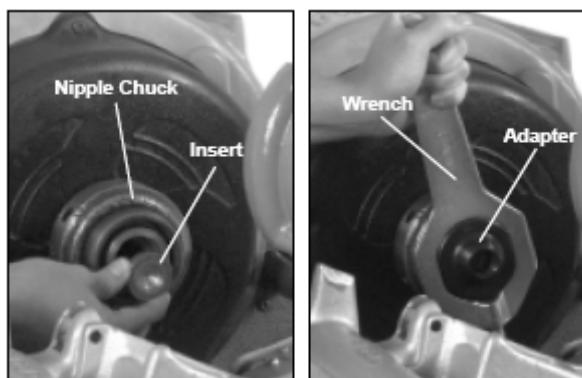

图 16— 装入适配器
4. 选择尺寸合适的短管夹具套口，用手旋进短管夹具用扳手拧紧（见图 16）。